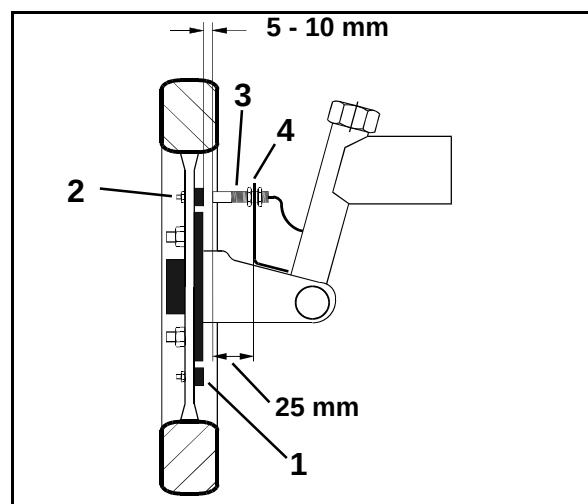

Fig. 175
1. Répartissez les solénoïdes (Fig. 175/1) de façon régulière sur un cercle de trous dans le passage de roue avant du tracteur.
2. Montez les solénoïdes (Fig. 175/1) avec des vis (Fig. 175/2) en matériaux non magnétiques (vis en laiton ou vis V4A).